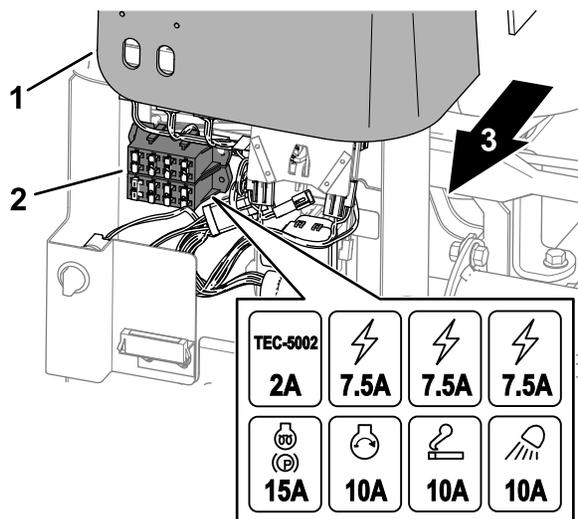

Figure 70
1. Soulevez et déposez le couvercle du bras de commande (Figure 70).
2. Localisez le fusible ouvert dans le porte-fusible ou la boîte à fusibles (Figure 70).
4. Reposez le couvercle sur le bras de commande (Figure 70).